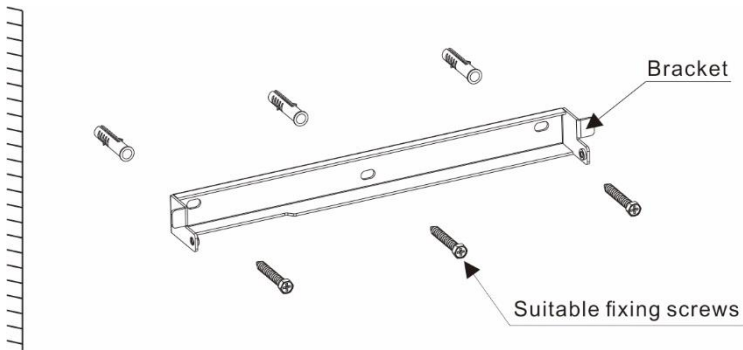
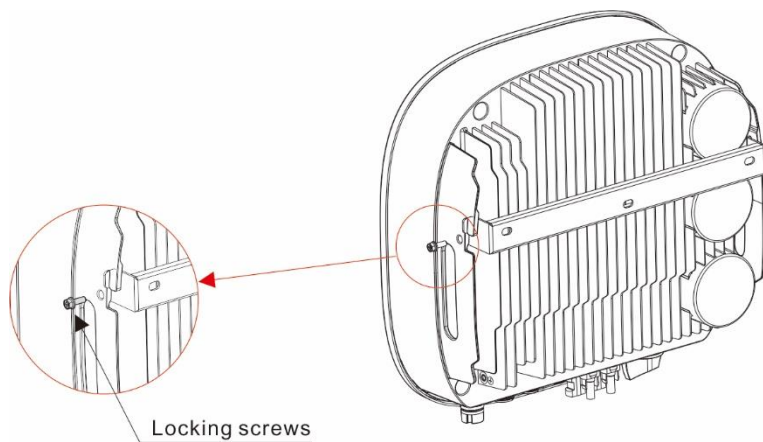

Figure 4.4 Montage mural de l'onduleur
Figure 4.5 Support de montage mural
Veillez consulter la Figure 4.4 et la Figure 4.5 pour obtenir des instructions sur le montage de l'onduleur.
2. Assurez-vous que le support est horizontal et que les trous de montage (sur la figure 4.4) sont correctement marqués. Percez les trous dans le mur ou le pilier à vos marques.
4. Soulevez l'onduleur (veillez à éviter les tensions corporelles) et alignez le support arrière de l'onduleur avec la section convexe du support de montage. Accrochez l'onduleur au support de montage et assurez-vous que l'onduleur est sécurisé (voir Figure 4.5).